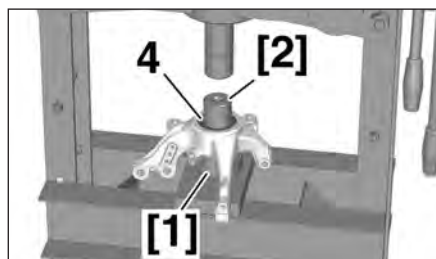

FIG.23
- Positionner le pivot sur l'outil [1] (Fig.23).
- Extraire le roulement (4).